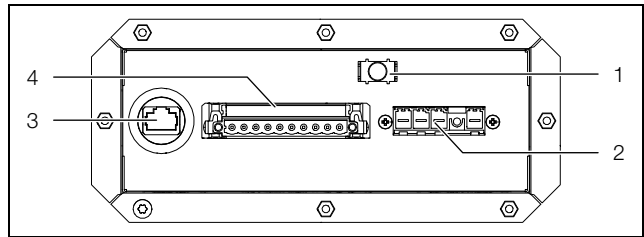

Abb. 30: Anschlussbox
- Der Schirm des Kabels kann innerhalb der Anschlussbox mit der Erdungsklemme zum Gehäuse kontaktiert werden (Abb. 30, Pos. 1).